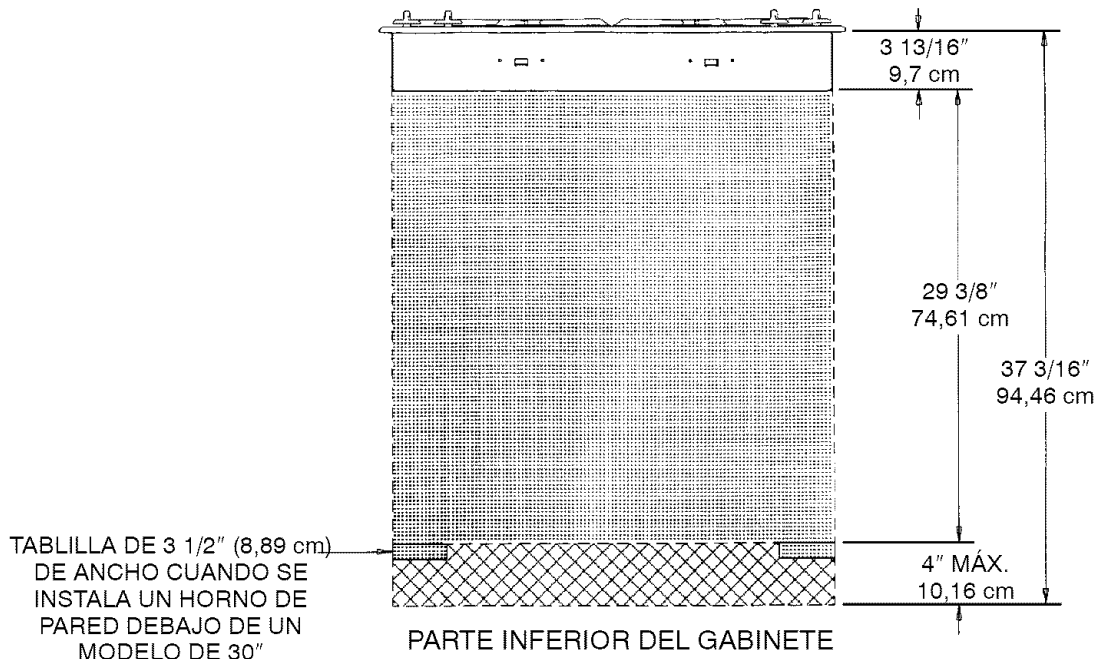

FIGURA 6
NOTA 1: Deberá instalarse este electrodoméstico y sus fuentes de suministro de gas y eléctrico antes de instalar el horno de pared. Vea la ilustración (Información de alambrado eléctrico – en la página 7, figura 6) para encontrar las ubicaciones recomendadas del suministro eléctrico.
Este electrodoméstico está equipado con un cordón eléctrico con conexión a tierra. Debe proporcionarse un tomacorriente conectado a tierra. Se recomienda, por comodidad, que el tomacorriente se encuentre (con referencia a la figura 6) como en el punto A o el B que aparecen a continuación:
- A. Si no se instalará otro electrodoméstico debajo de éste, deberá colocarse dentro del área sombreada o el área cuadrículada que se muestra en la figura 6.
- 1. debe colocarse dentro del área cuadrículada de la figura 6, o bien
Si se instalará un horno de pared debajo de este electrodoméstico y el tomacorriente de las unidades del mostrador se montará dentro del área cuadrículada de la figura 6: